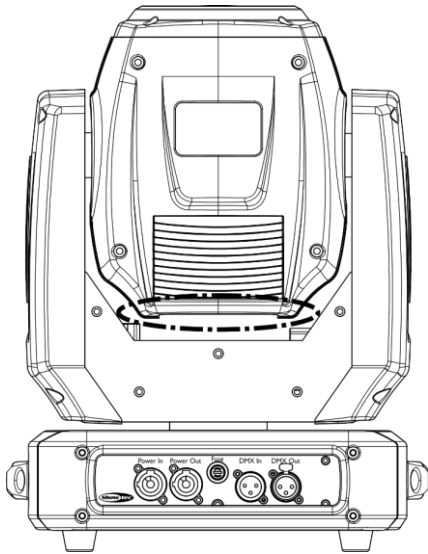

Abb. 03
- 02) Entfernen Sie die 4 Schrauben des Lampengehäuses auf der Rückseite des Moving Heads (Abb. 03).